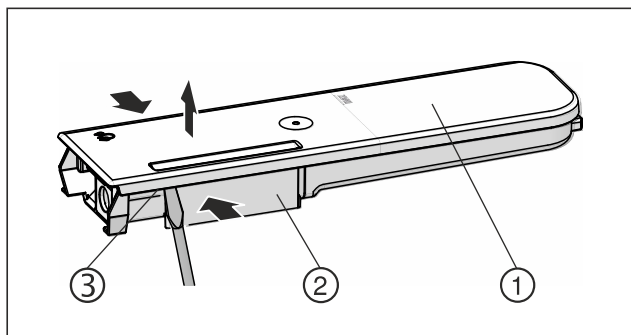

Fig. 160
- Presser le réservoir d'eau Fig. 160 (2) et faire lever le couvercle Fig. 160 (1) par les ergots Fig. 160 (3).
- Faire légèrement bouger le couvercle Fig. 160 (1) de l'avant vers l'arrière puis le retirer par le haut.